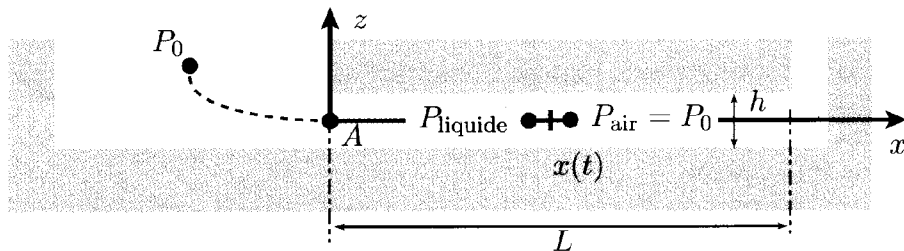

Figure 5 : Vue en coupe (verticale) d'un dispositif microfluidique où une goutte d'eau est déposée dans le réservoir à gauche.
II.4.1 On considère le micro-canal de la figure 5. Une goutte d'eau est déposée à l'entrée, dans un réservoir suffisamment large pour que la hauteur du « réservoir » d'eau soit à peine supérieure à la hauteur du canal et que l'interface avec l'air soit quasiment plane.
- On suppose que l'écoulement d'eau est laminaire et stationnaire dès son entrée dans le canal et suit la loi de Hagen-Poiseuille. Exprimer la différence de pression dans le micro-canal entre P_A à l'entrée et la pression P_0 de l'air après l'interface de droite (figure 5) à l'aide de $x, \dot{x}(t)$ et des constantes $r_e, A = wh$ et γ/h .